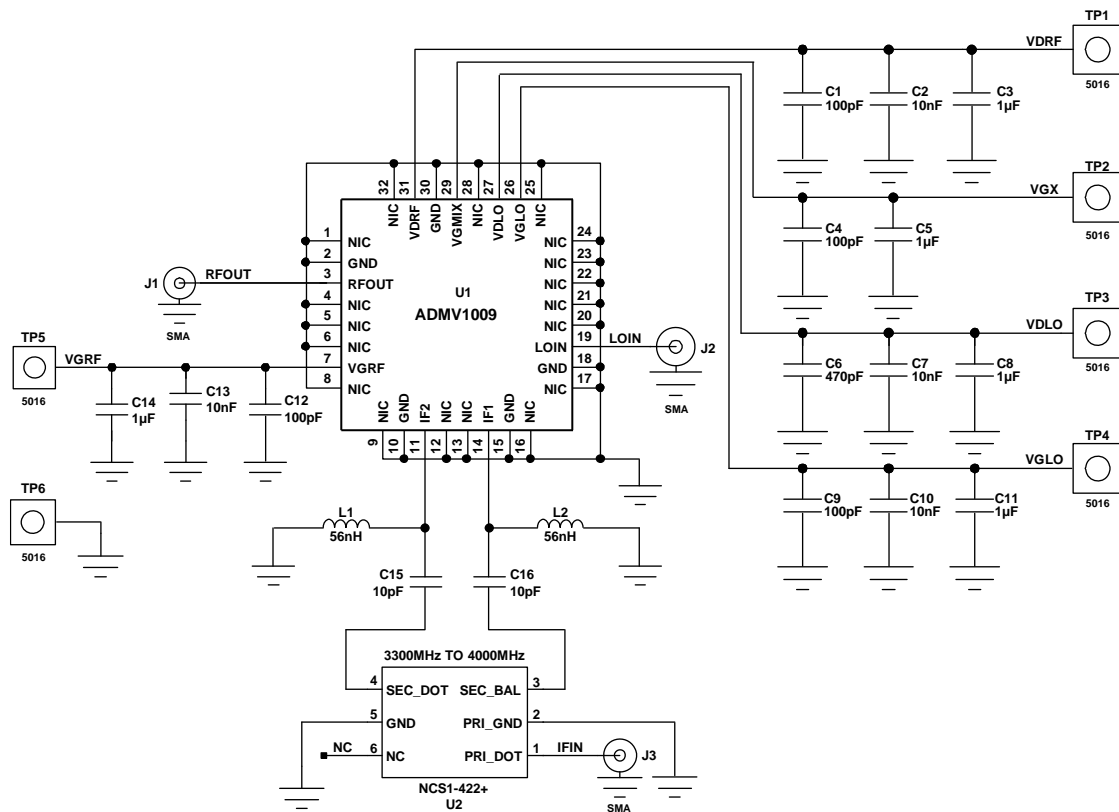
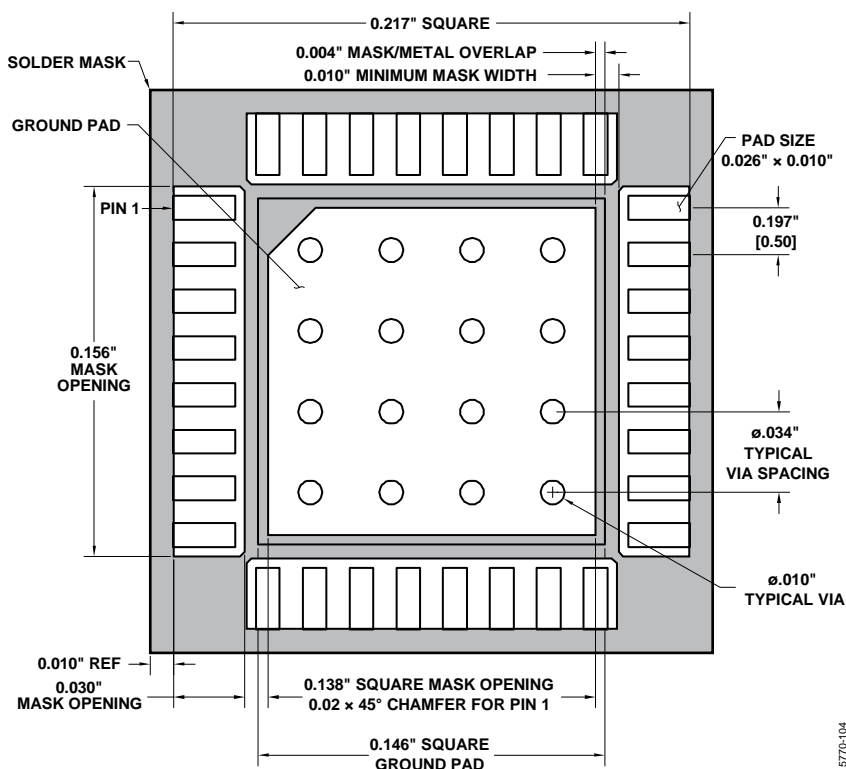
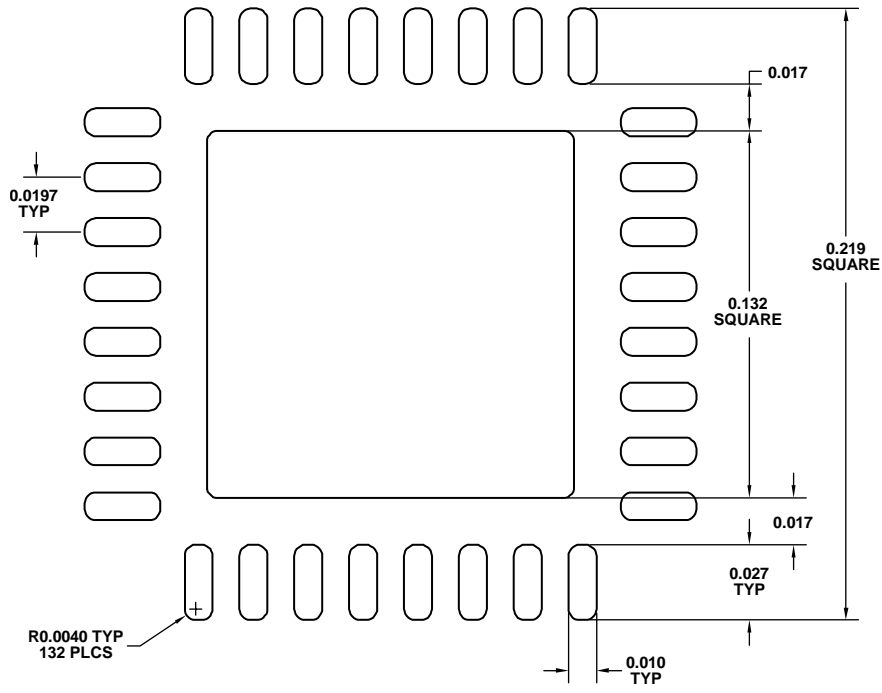

図 59. 代表的なアプリケーション回路
図 60. ADMV1009-EVALZ の PCB ランド・パターン・フットプリント
図 61. ADMV1009-EVALZ のハンダ・ペースト・ステンシル
ADMV1009 はドライバ・アンプが局部発振器 (LO) を駆動する、パッシブ・ダブル・バランスド・ミキサーを前段に接続した RF アンプを使用しています (図 59 を参照)。設計、プロセス、パッケージング技術の組み合わせが、これらのサブシステムの機能を 1 つのダイに集積化することを可能にしています。また、成熟したパッケージング技術と相互接続技術を採用することで、高性能、低価格設計に加え、優れた電気的特性、機械的特性、および熱特性を実現しています。さらに、必要な外付け部品を最小限に抑え、コストとサイズを最適化しています。
代表的なアプリケーション回路 (図 59 を参照) には、RF アンプおよび LO アンプでの好ましくない安定性問題を解消するために、バイアス・ライン上の必要な外付け部品を示しています。
代表的なアプリケーション回路を図 59 に示します。ここに示すアプリケーション回路は、評価用ボードの回路向けに複製されたものです。
アプリケーションで回路ボードを使用する場合、RF回路設計技術を使用する必要があります。信号ラインのインピーダンスを 50Ω にし、パッケージのグラウンド・ピンと露出パッドは、図 60 と図 61 に示すものと同様のグラウンド・プレーンに直接接続する必要があります。十分な数のビア・ホールを用いて、上面と底面のグラウンド・プレーンを接続してください。図 59 に示した評価用回路ボードは、要求に応じてアナログ・デバイスから提供されます。
ADMV1009 の下面の露出パッドを、熱および電気インピーダンスの低いグラウンド・プレーンにハンダ付けします。通常、このパッドを評価用ボードのハンダ・マスクで覆われていない開口部にハンダ付けします。これらのグラウンド・ビアを、評価用ボードの他のすべてのグラウンド層に接続し、デバイス・パッケージからの熱放射を最大にします。ADMV1009-EVALZ 用の PCB ランド・パターン・フットプリントを図 60 に示し、ADMV1009-EVALZ 評価用ボード用のハンダ・ペースト・ステンシルを図 61 に示します。